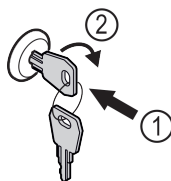

Fig. 57
- ▶ Вставьте ключ Fig. 57 (1).
- ▶ Поверните ключ на 90° по часовой стрелке Fig. 57 (2).